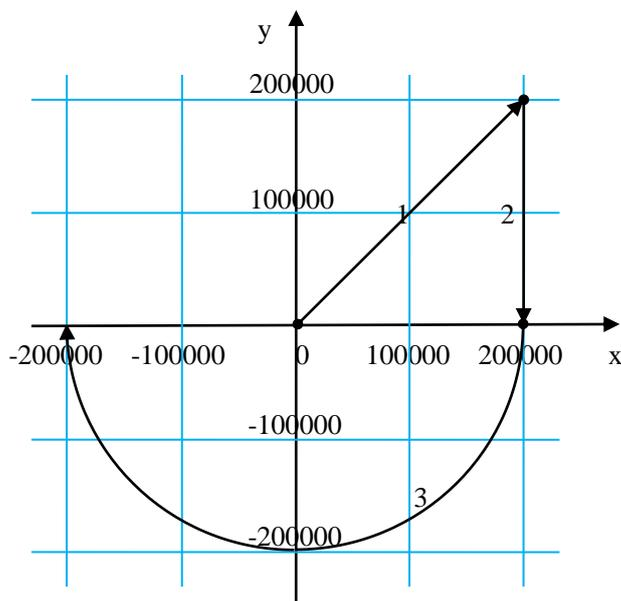

图 7-25 刀向跟随功能 `GTN_BufGear` 的运动轨迹
0)的同时，在 A 轴方向运动到 50000pulse 的位置，两者将同时到达各自指定的规划位置（第 2 段轨迹）。然后，在 XY 坐标内画一个圆心为原点，半径 200000，位于三四象限的半圆弧，同时在 A 轴方向运动 100000 的位置，两者将同时到达各自指定的规划位置（第 3 段轨迹），刀向跟随功能 `GTN_BufGear` 的运动轨迹如图 7-25 所示。